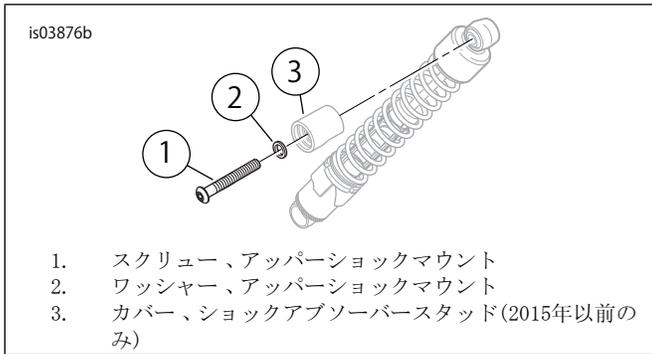

図2。リアショックアブソーバアッパーマウント
2. 「図2」を参照してください。1/2-13のボルト(1)、ワッシャー(2)、およびショックアブソーバーカバー(3)を取り外します。ボルトとカバーを廃棄します。ワッシャーは後で取り付けに使うので取っておきます。